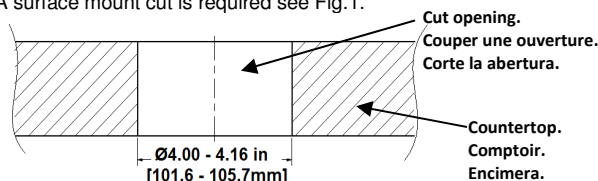

Fig. 1
- The countertop to be used should assure the area near the product's lock nut gasket be smooth and clean with no irregularities. A surface mount cut is required see Fig.1.
- La surface du comptoir où sera fixé le joint du contre-écrou doit être lisse, propre et sans irrégularités. une coupe pour montage en surface est requise. Consulter la Fig. 1.
2. El mostrador para ser utilizado debe asegurar la zona junto a la tuerca y junta de fijación del producto de estar lisa y limpia sin irregularidades.corte de montaje en superficie véase Fig.1.